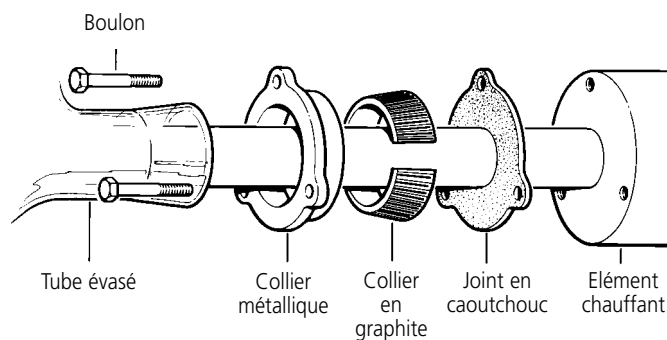

Figure 2 Montage des colliers
3. Prendre le bouilleur, l'élément chauffant et le jeu de colliers. Assembler selon la **figure 2**.